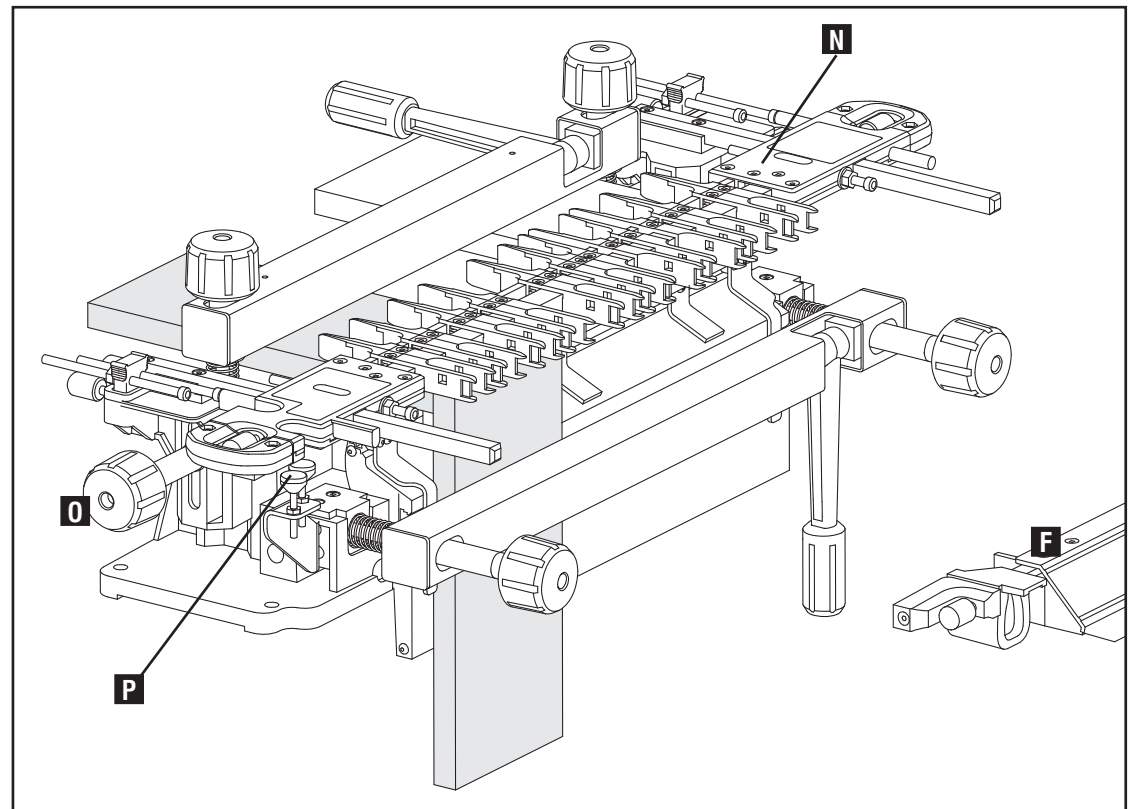

Fig. D8
9. Assurez-vous que le gabarit (N), Fig. D8, est à plat sur les planches horizontales et serrez les boutons de verrouillage du gabarit, vous pouvez en voir un en (O).
10. Remplacez la barre stabilisatrice (F), Fig. D8.
12. Réglez, sur la jauge, la profondeur de la mèche de la toupie (P), Fig. D8, localisée du côté gauche du gabarit.